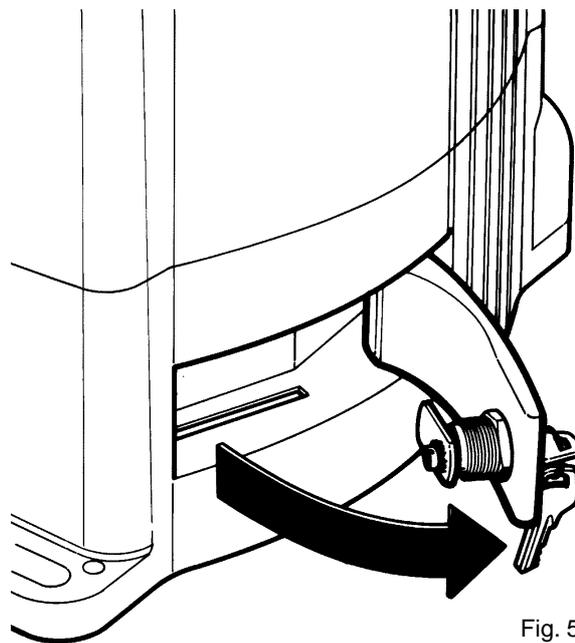

Fig. 5
2) Inserire la chiave e ruotarla in senso orario di 90° (2).
3) Tirare a se la maniglia agendo dapprima sulla chiave stessa fino a portarla perpendicolare al THOR (Fig. 5).
2) Insert the key and turn it 90° clockwise (2).
3) Pull the handle towards you, turning the key, until it is perpendicular to THOR (Fig. 5).
2) Introduire la clé et la tourner de 90° dans le sens des aiguilles d'une montre (2).
3) Tirer vers soi la poignée en agissant d'abord sur la clé proprement dite de manière à la placer perpendiculairement au THOR (Fig. 5).
2) Den Schlüssel einstecken und um 90° nach rechts drehen (2).
3) Den Griff durch Betätigung des Schlüssels nach vorne ziehen, bis er senkrecht zu THOR steht (Abb.5).
2) Introduzca la llave y gírela 90° hacia la derecha (2).
3) Tire de la manija hacia Ud., actuando antes sobre la llave hasta colocarla perpendicularmente a THOR (fig. 5).